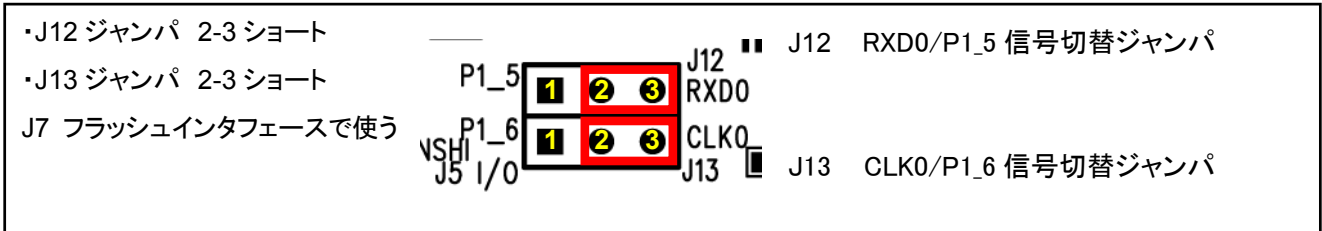

図 4.4 J12、J13 ジャンパ設定図 (J7 フラッシュインタフェース)
10. P1_5 は RXD0 と、P1_6 は CLK0 と J12(RXD0/P1_5 信号切替ジャンパ)と J13 (CLK0/P1_6 信号切替ジャンパ)で選択して使います。J12、J13 の設定方法は下図 4.4 J12、J13 ジャンパ設定図(J7 フラッシュインタフェース)をご参照下さい。